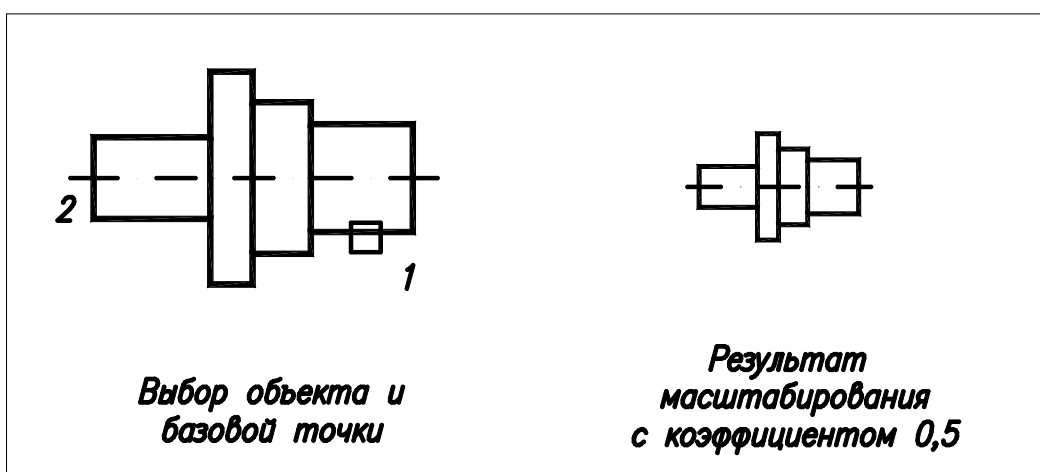

Рис. 3.11. Масштабирование объектов
3.3.7. Масштабирование объектов (рис. 3.11)